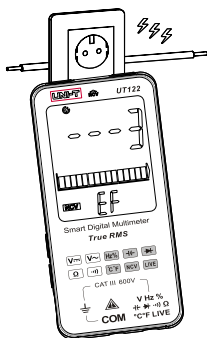

Figura 2
8. Detección de voltaje de CA sin contacto NCV (Ver Figura 2)